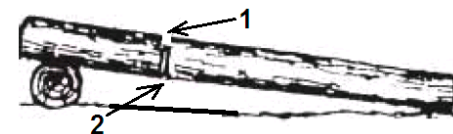

Рис.12
2. Бревно лежит на одной опоре (Рис.12). Разгрузочный пропил (1) на 1/3 бревна делается сверху. Основной пропил (2) делается снизу навстречу разгрузочному пропилу.